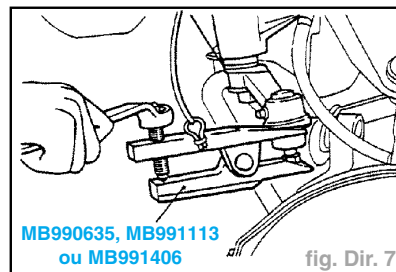

fig. Dir. 7
- Attacher l'outil spécial à l'aide d'une corde de façon à ce qu'il ne soit pas séparé (fig. Dir. 7).